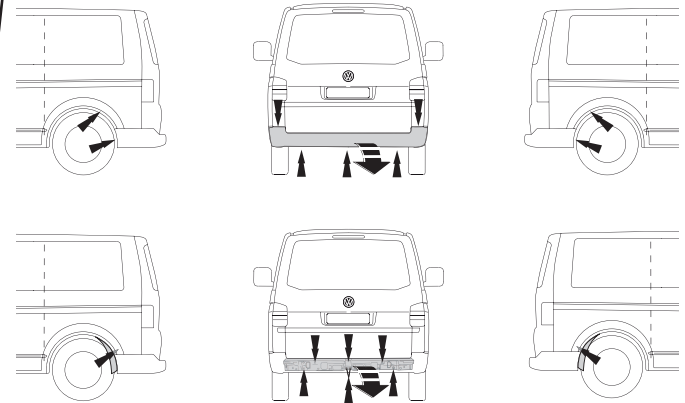

Fig.3
1. Снять оба блока задних фар. (на рис. 3, 3а)
2. Снять бампер вместе со стальным буферным брусом автомобиля; буферный брус больше не понадобится. Поставить болты на место. (на рис. 3, 3а)
1. Снять бампер. (на рис. 3)
2. Снять арматуру бампера. (на рис. 3)